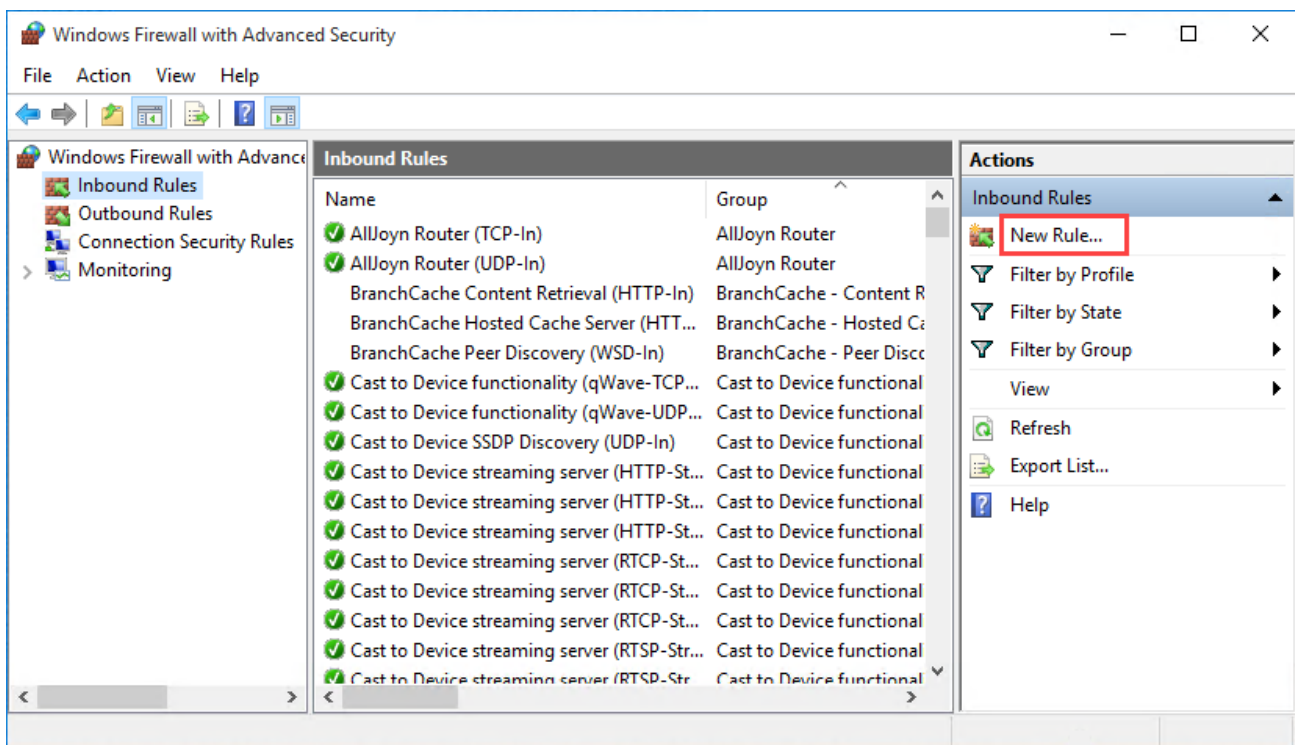

Abbildung 133: Erstellen einer neuen Inbound Regel
1. Öffnen Sie das Fenster **Windows Firewall with Advanced Security** (Abbildung 133). Schneller Zugang: